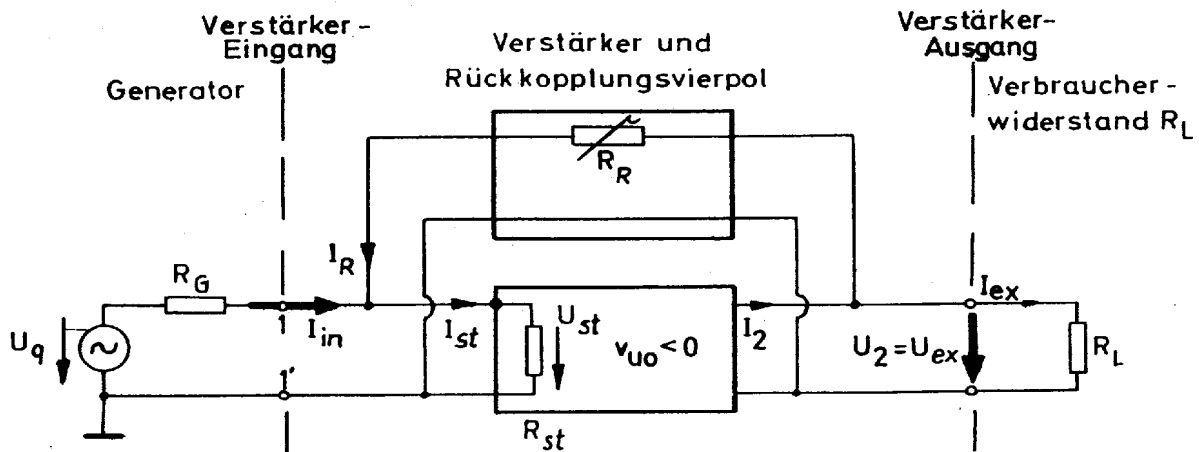
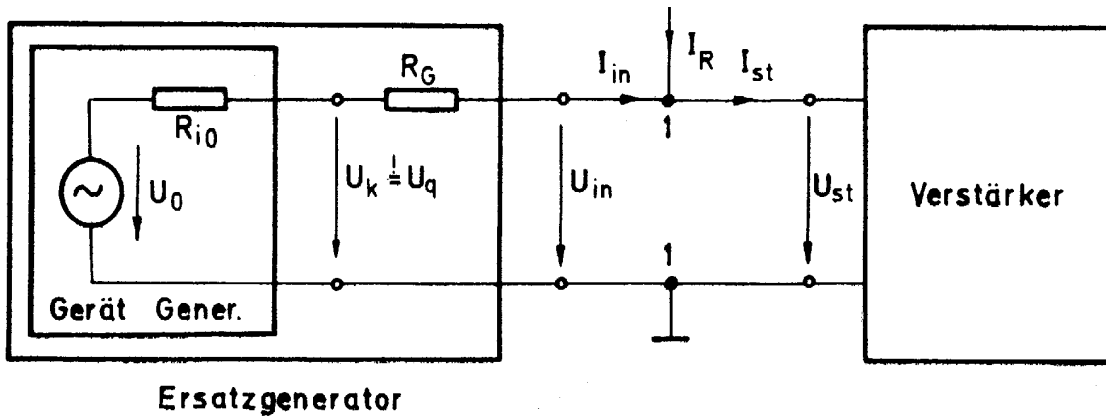

Abb. 4a: Parallel - Parallel - Rückkopplung
Bild 5: Ersatz-Stromgenerator und Stromkompensation am Eingang
Schaltungstechnisch kann die rückgeführte Größe vom Ausgangsstrom  $I_{ex}$  oder der Ausgangsspannung  $U_{ex}$  abhängen und kann dem Eingangsstrom  $I_{in}$  oder der Eingangsspannung  $U_{in}$  des Verstärkers entgegenwirken. Siehe Bild 4a bis 4d.
### 1.4.2 Erklärung der Schaltungen nach Bild 4a bis 4d
#### 1.4.2.1 Stromkompensation am Verstärkereingang nach Bild 4a und 4b
Am Knoten 1 (siehe Bild 5 und Bild 4a bzw. 4b) gilt für die rückgeführten Ströme:  $I_{in} + I_R = I_{st}$ . Bei Stromkompensation muß  $I_{st}$  gegenüber  $I_R$  vernachlässigbar klein sein. Das ist durch starke Gegenkopplung erreichbar. Denn  $v_{uo}$  hat Werte von z.B.  $10^3$  .....  $10^5$ .  $U_{ex}$  aber liegt der Größenordnung nach oft bei  $10V$ . Dann hat die Steuerspannung allenfalls Werte  $U_{st} = U_{ex}/v_{uo} \approx 0,1$  .....  $10mV$  und mit den üblichen Werten des Steuerwiderstandes von  $1k\Omega \leq R_{st} \leq 1M\Omega$  wird  $I_{st} \approx 10^{-5}$  .....  $10^{-10}A$ .
**Beispiel:**  $R_G = 1k\Omega$ ,  $U_q \approx 1V$ , damit wird  $I_{in} \approx U_q/R_G = 10^{-3}A$ .  $I_{in}$  ist also groß gegenüber dem gerade abgeschätzten Steuerstrom  $I_{st}$ , so daß letzterer tatsächlich vernachlässigt werden darf. Dies aber war die Forderung bei Stromsteuerung und Stromkompensation am Verstärkereingang nach Bild 4a.
Damit ist nach Bild 4a und 4b  $I_{in}$  die eigentlich steuernde Eingangsgröße, die durch den fast gleichgroßen Rückkopplungsstrom  $I_R$  aufgenommen oder kompensiert wird.
Da in der Praxis kein idealer Stromgenerator mit Innenwiderstand  $R_i \rightarrow \infty$  zur Erzeugung von  $I_{in}$  zur Verfügung steht, wird  $I_{in}$  von einem Ersatzgenerator geliefert, siehe Bild 5.